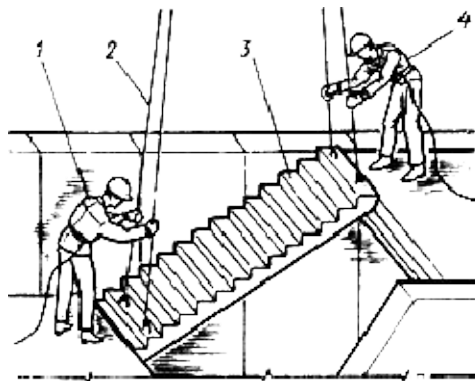

Рис.8. Схема установки лестничного марша
Установка лестничного марша (рис.8 ... 10), исполнители рабочий, выполняющий монтажные работы, старший в звене и рабочий, выполняющий монтажные работы
1. Рабочий, выполняющий монтажные работы, старший в звене, находясь на верхней лестничной площадке, дает сигнал машинисту крана подать лестничный марш 3 к месту установки (рис.8).